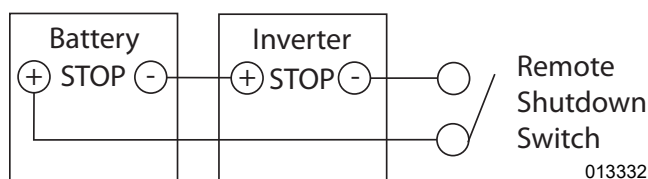
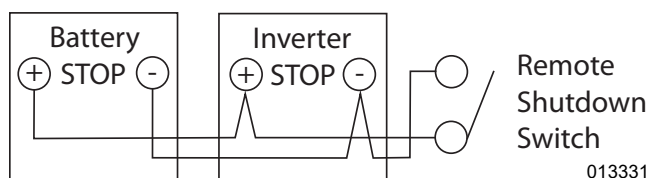

Figure 5-5. Câblage en série de l'interrupteur d'arrêt à distance
Figure 5-6. Câblage en parallèle de l'interrupteur d'arrêt à distance
4. Voir Figure 5-5 et Figure 5-6. Utiliser un câble à deux conducteurs de 20 à 14 AWG à isolation nominale de 600 V pour raccorder un interrupteur homologué UL verrouillable classé au minimum 12 V c.c. et 5 mA (par exemple, un interrupteur d'éclairage unipolaire standard dans un boîtier à l'épreuve des intempéries avec un levier verrouillable). Raccorder l'interrupteur en série ou en parallèle à l'inverseur et à la batterie.